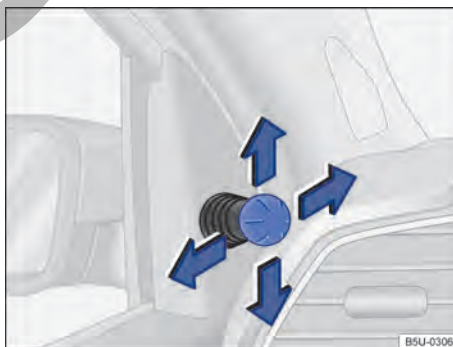
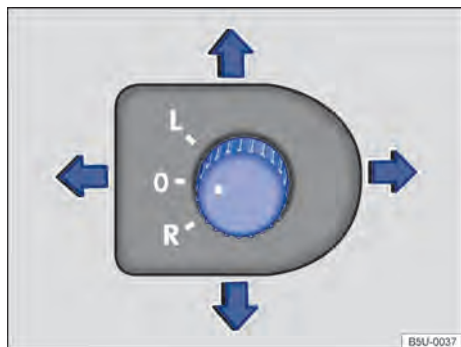

Fig. 73 En las puertas delanteras: interruptor de ajuste de los espejos retrovisores externos.
Fig. 74 En la puerta del conductor: interruptor rotativo de ajuste de los espejos retrovisores externos eléctricos.
Para ajustar los retrovisores exteriores mecánicos o eléctricos, mover el interruptor de ajuste → fig. 73 (versión mecánica) o el interruptor giratorio → fig. 74 (versión eléctrica) en el revestimiento de las puertas.
- Mover el botón de ajuste en el revestimiento de las puertas delanteras → fig. 74.
- Girar el mando giratorio en la puerta del conductor hasta el símbolo deseado → fig. 74.